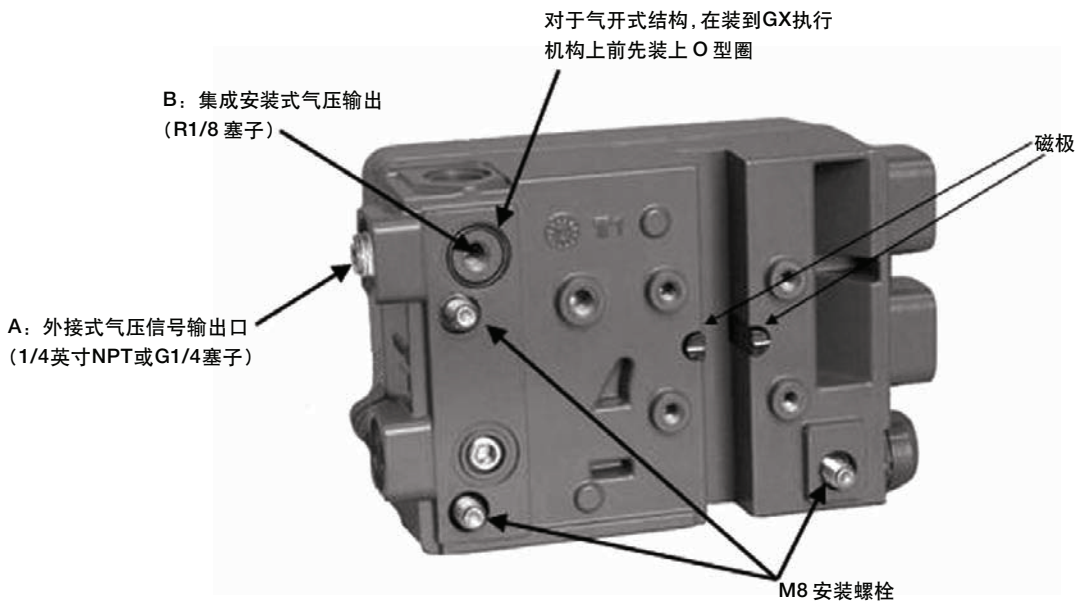

图 3. DVC2000 数字式阀门控制器安装详图
A. 在气开式 GX 执行机构上安装 DVC2000（见图 3, 15, 16）：
2. 从 DVC2000 壳体背部取下塞子（R1/8）（图 3 中的 B 口）。这个气压输出口与 GX 执行机构上集成的气源接口相连通（图 14 或 16）。
3. 给外部输出口（图 3 中的 A 口）装上塞子（G1/4 或 1/4 英寸 NPT，包括在安装套件中）。
5. 用 6 mm 内六角扳手把数字式阀门控制器装到一个通气孔的 GX 执行机构安装平板上。在数字式阀门控制器输出和执行机构安装板上的空气接口之间放置一个 O 形圈 (B 口, 如图 3 所示)。不需要安装空气管, 因为空气通道集成在执行机构内部。
B. 对于气关式 GX 执行机构 (见图 3, 17 或 19):
2. 在气关式结构中, 需要在 DVC2000 壳体背部的空气口 (图 3 中的 B 口) 装上一个 R1/8 塞子。
5. 检查磁性零件同 DVC2000 反馈槽之间的间隙。磁性零件的定位应使得在整个行程范围内, 磁性零件在 DVC2000 反馈槽内产生的读数始终在有效范围内 (见图 3)。
6. 用管子连接 DVC2000 的外部气路输出口 (图 3 中的 A 口) 和执行机构膜盖顶部的空气接口) 见图 17 或 18)。
● 将气关式转换成气开式时, 取下 DVC2000 背部输出口的 R1/8 塞子, 并装上一个 O 形圈 (图 3 中的 B 口)。在外部输出口装上 1/4 英寸 NPT 或 G1/4 塞子 (取决于外壳型号)。(图 3 中的 A 口)。
● 将气开式转换成气关式时, 取下外部输出口的塞子 (图 3 中的 A 口, 1/4 英寸 NPT 或 G1/4 塞子, 取决于外壳型号。)在 DVC2000 壳体背部的输出口装上 R1/8 塞子 (图 3 中的 B 口)。用管子连接 DVC2000 的外部气路输出口 (图 3 中的 A 口) 和执行机构膜盖顶部的空气接口) 见图 17 或 18)。